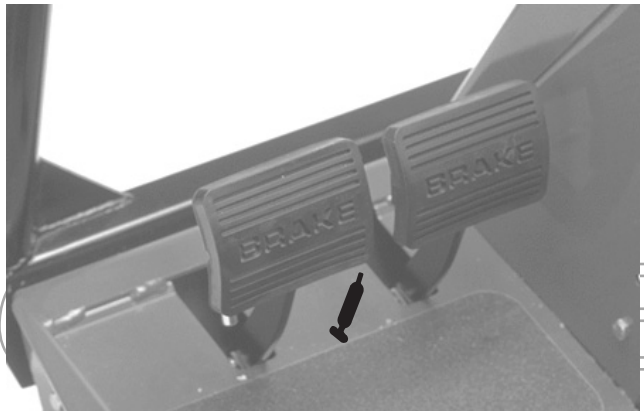

Figure 42
- Axe de pédale de frein (1) (Fig. 42)